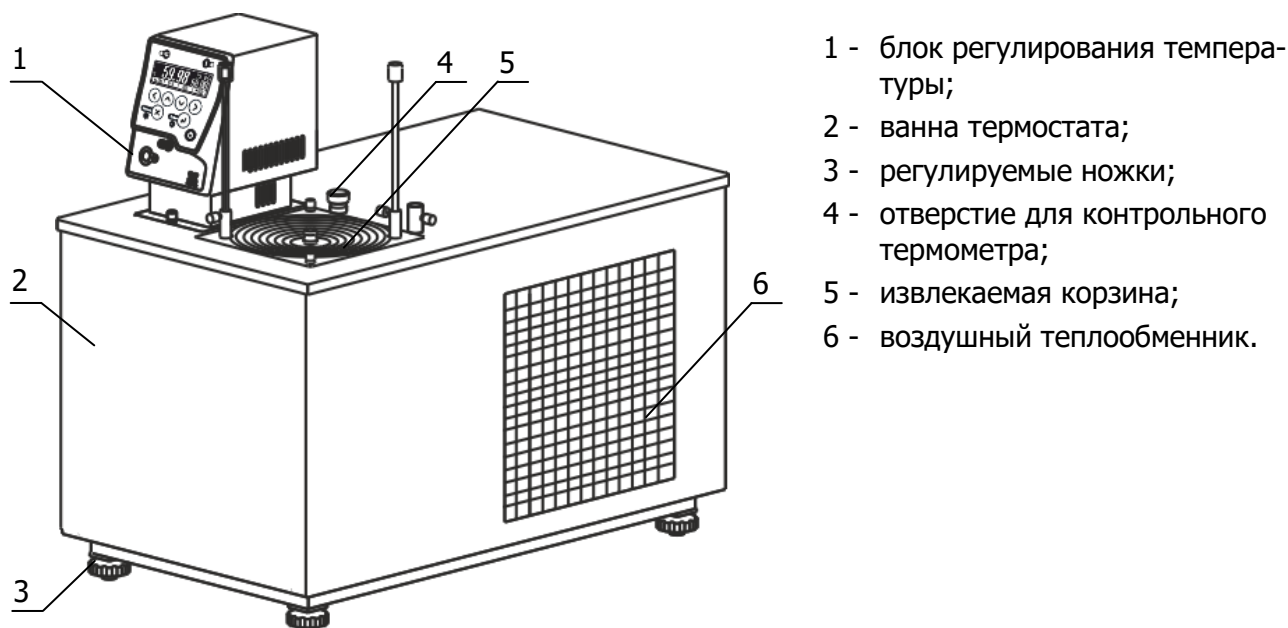

Рисунок 1 — Внешний вид
2.2.2 Установить ванну термостата на горизонтальную поверхность. Добиться горизонтального положения крышки ванны вращением ножек 3 (рисунок 1).
3.1.1 Для исправного функционирования холодильной машины термостата следует не реже одного раза в месяц удалять пыль из воздушного теплообменника б (рисунок 1). Для этого: